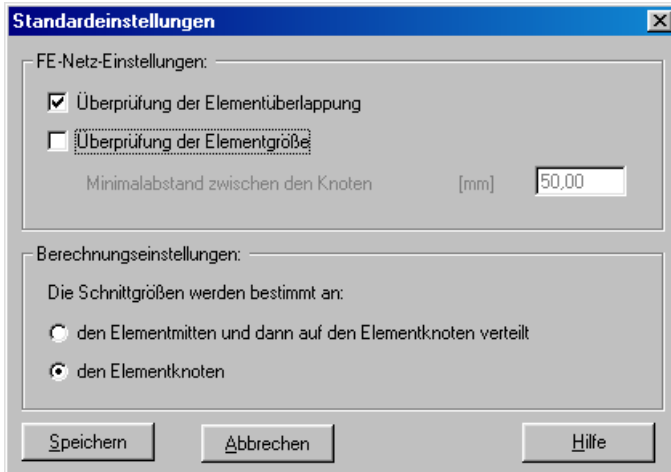

Bild 5-3 Dialogfeld "Standardeinstellungen"
*ELPLA* überprüft auch die Elementgröße bei Generierung des FE-Netzes. Da die Elementgröße der Fundamentplatten relativ groß ist, verglichen mit jenen des Gabelschlüssels, ist es nötig, das Kontrollkästchen "Überprüfung der Elementgrößen" zu inaktivieren. Um die Elementgröße beim Generieren des FE-Netzes zu inaktivieren, wählen Sie den Befehl "Standardeinstellungen" aus dem Menü "Grunddaten" des Programms *ELPLA-Daten*. Das Dialogfeld im Bild 5-3 erscheint. In diesem Dialogfeld inaktivieren Sie die Option "Überprüfung der Elementgröße" und klicken auf die Schaltfläche "Speichern".